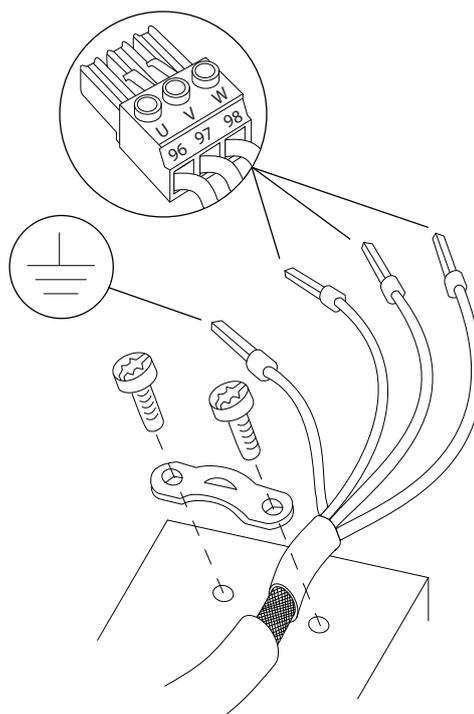

图 4.5 电机连接
- 使用金属电缆密封管或设备上提供的线夹在电缆屏蔽层和变频器机箱之间建立电气接触。（请参见图 4.5 和图 4.6）。
3. 按照 4.3 接地 中提供的接地说明将接地线连接到最近的接地端，如图 4.5 所示。
4. 将三相电机线路连接到端子 96 (U)、97 (V) 和 98 (W) 上，如图 4.5 所示。